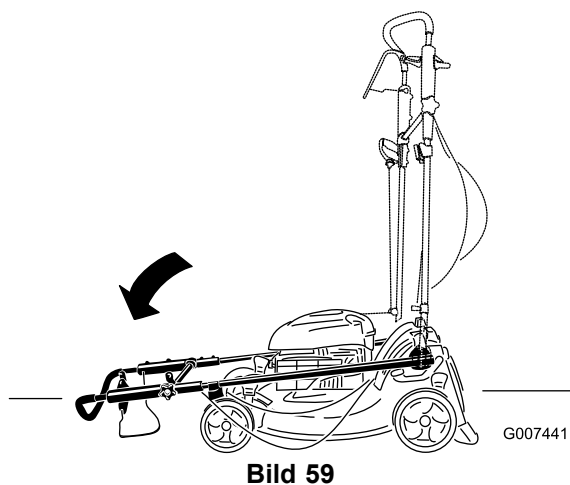

Bild 59
2. Schieben Sie den Griff ganz nach vorne und lösen Sie das obere Griffhandrad (Bild 59).